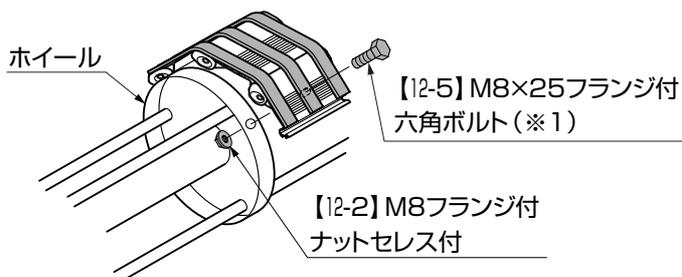

図5-5
- ③ 【12-2】、【12-5】で上部アルミスラットとホイールを固定してください。(図5-5参照)